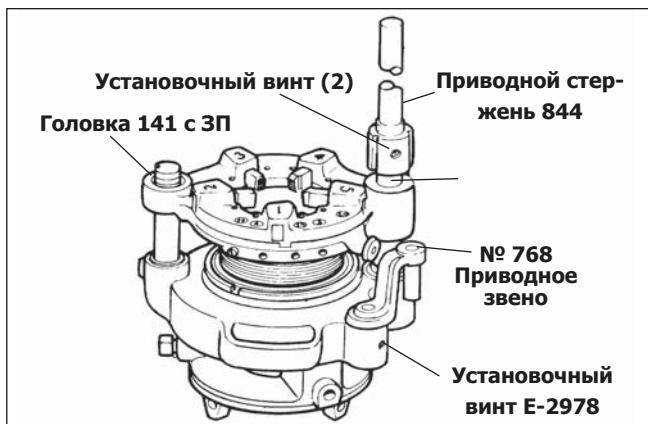

Рисунок 24 – Головка №141 с установленным приводным стержнем №844
- Установите приводной стержень 844 на приводной вал головки 141 и затяните 2 установочных винта. (Рисунок 24)
- Вставьте большой стержень приводного звена в отверстие головки 141 и затяните установочный винт так, чтобы приводной рычаг держался на месте. Приводное звено должно иметь возможность свободно вращаться. (Рисунок 24)